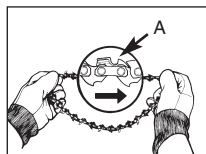
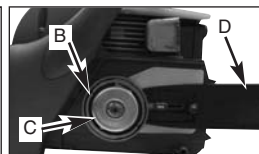

Abb. 4A
Abb. 4B
1. Lägg ut kedjan i en ögla så att snittkanterna (A) är riktade i MEDSOLS RIKTNING runt om öglan (bild 4A).
2. Skjut kedjan runt om kugghjulet (B) bakom kopplingen (C). Tänk på att lå
3. För in drivlänkarna i spåret (D) och runt om svärdets ände (bild 4B).